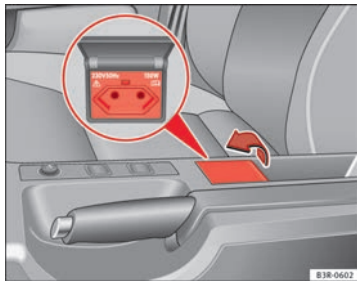

Abb. 125 Mitte der Mittelkonsole: 230-Volt-Steckdose
- Die Kappe zum Öffnen anheben ⇒ Abb. 125.